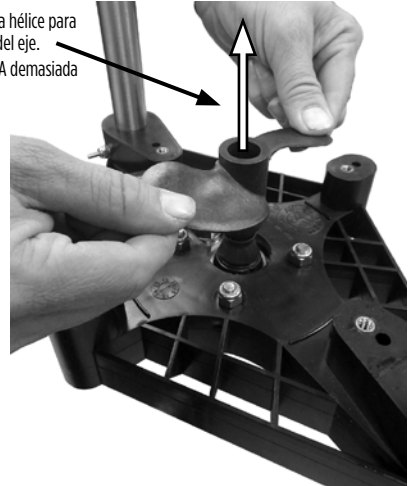

Figura 5
- Retire la hélice del eje tirando hacia arriba como indica la flecha. No ejerza demasiada fuerza o podrían producirse daños (Figura 5).